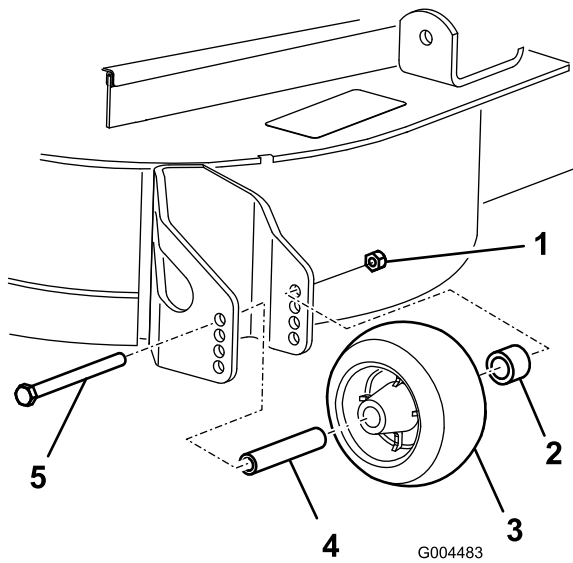

Bild 18
3. Nach dem Einstellen der Schnitthöhe sollten Sie die Rollen einstellen. Nehmen Sie die Bundmutter, die Büchse, das Distanzstück und die Schraube ab (Bild 18).
- 5. Setzen Sie die Bundmutter, die Buchse, das Distanzstück und die Schraube ein. Ziehen Sie sie auf 54-61 Nm an (Bild 18).